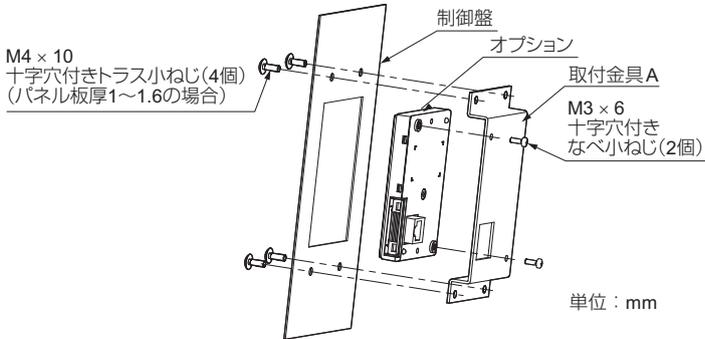

図 12 制御盤の内側に取り付ける場合
1. 制御盤のオプションを取り付ける面に加工を施します。制御盤加工寸法は図 12 を参照してください。